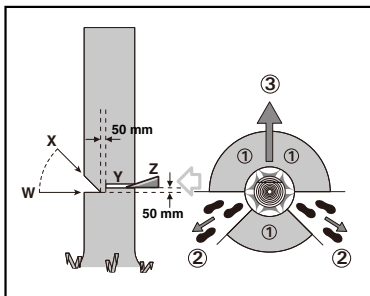

Fig. 1
De bediener van de kettingzaag moet aan de heuvelopwaartse kant van het terrein blijven, omdat de boom na het vellen waarschijnlijk naar beneden zal rollen of glijden. Er moet een vluchtweg worden gepland en indien nodig worden vrijgemaakt voordat met het zagen wordt begonnen. De vluchtweg moet zich naar achteren en diagonaal achter de verwachte vallijn uitstrekken, zoals aangegeven in afbeelding 1.
Maak de inkeping 1/3 van de diameter van de boom, loodrecht op de valrichting, zoals aangegeven in afbeelding 1. Maak eerst de onderste zaagsnede van de valkerf (W). Op die manier wordt voorkomen dat de zaagketting of het zaagblad bij het maken van de tweede zaagsnede (X) klem komt te zitten.
Maak de valsneede (Y) ten minste 50 mm hoger dan de horizontale zaagsnede van de valkerf (zie afbeelding 1). Houd de valsneede evenwijdig aan de horizontale zaagsnede van de valkerf. Maak de valsneede zodanig dat er genoeg hout overblijft om als scharnier (breuklijst) te dienen. De breuklijst voorkomt dat de boom verdraait en in de verkeerde richting valt. Zagen niet door de breuklijst.
Wanneer de boom begint te vallen, verwijder dan de kettingzaag uit de zaagsnede, stop de motor, leg de kettingzaag neer en gebruik dan de geplande vluchtweg (2). Wees waakzaam voor vallende takken en let op waar u loopt. (Zie Fig. 1)